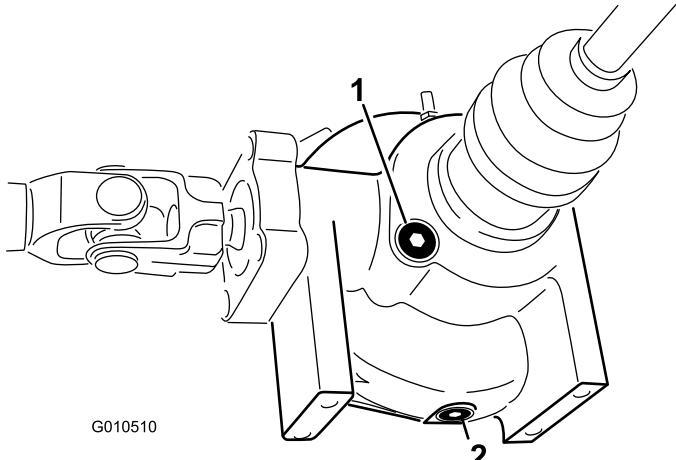

Figure 49
2. Nettoyez la surface autour du bouchon de vidange sur le côté du différentiel (Figure 49). Placez un bac de vidange sous le bouchon de vidange.